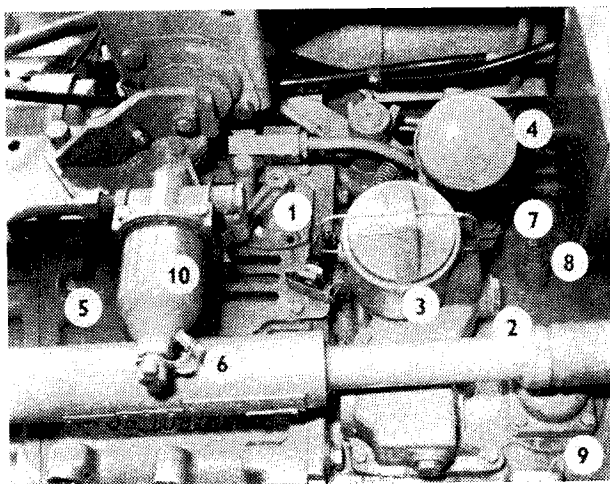

Fig. 18
14. Manette de l'engagement de la pompe du relevage hydraulique (fig. 18/1).